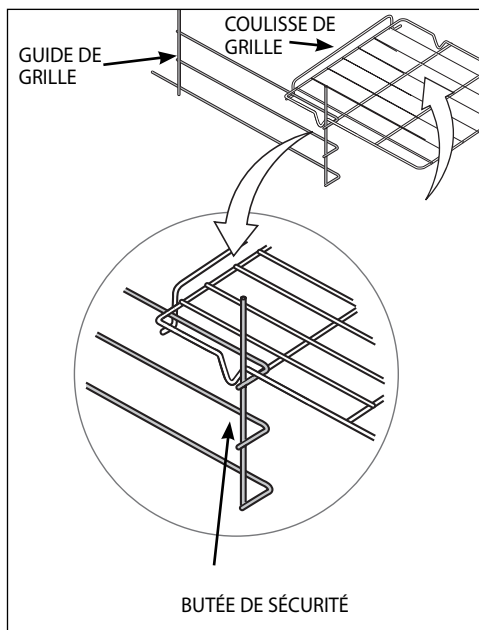

Fig. 21
2. Tout en glissant la grille dans le four, inclinez légèrement le devant de la grille vers le haut de façon à dégager les butées de sécurité, situées à l'arrière de la grille, des coulisses de la grille (voir Fig. 21). Les butées de sécurité empêchent la grille de sortir complètement du four lorsqu'on la tire vers l'extérieur.